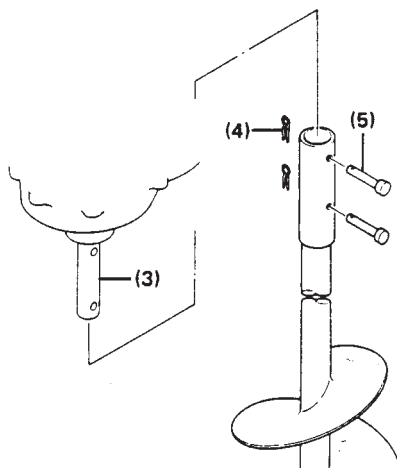

Рис. 2
- 3) Для установки бура поместить шпindelную головку на грунт. Надеть бур на приводной вал. Совместить каждое отверстие на приводном валу и буре, вставить в отверстия два прилагаемых крепёжных штифта и зафиксировать их заклёпочными штифтами, используя плоскогубцы. (Рис. 2)